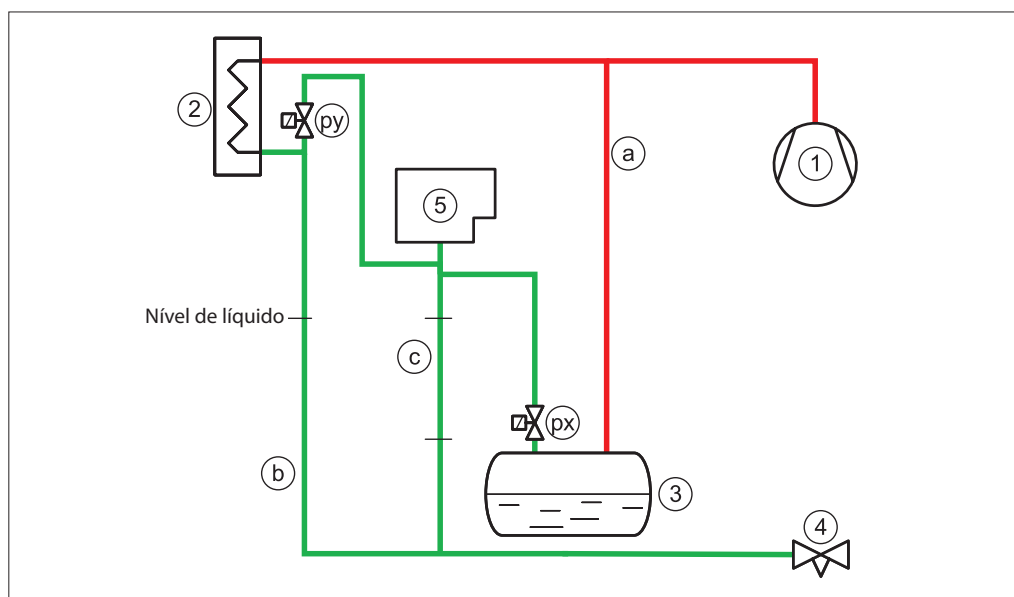
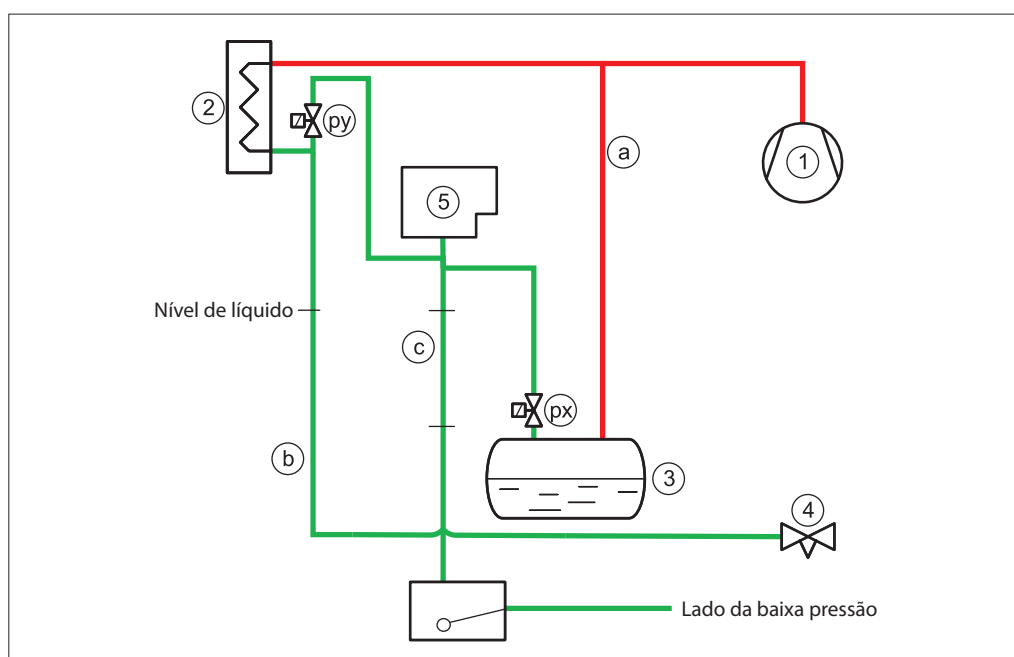

Fig. 6 Conexões do purgador (px) e (py). A tubulação de drenagem (c) precisa estar na vertical/em declive
Fig. 7 Conexões do purgador (px) e (py). A tubulação de drenagem (c) precisa estar na vertical/em declive
(Consulte a Fig. 6 e a Fig. 7)
de uma boia de alta pressão (6) para o lado da baixa pressão (consulte a Fig. 7).